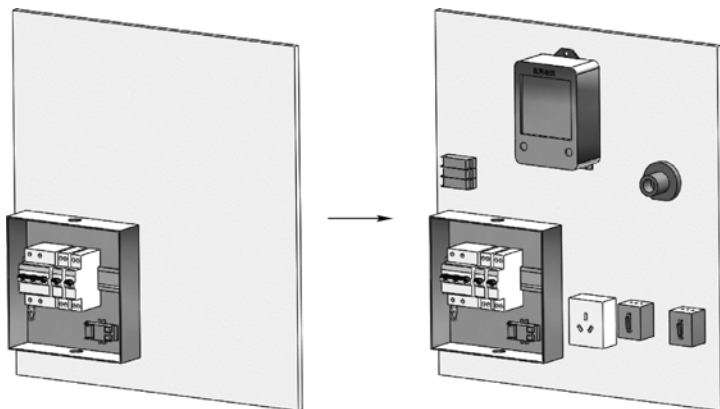

图 7-82 家用配电箱箱内和箱外的元件效果
STEP 6 通过相同操作，插入配电箱中的所有电气元件，如图 7-82 左图所示，以及配电箱之外的所有电气元件，并定义它们的位置，如图 7-82 右图所示。